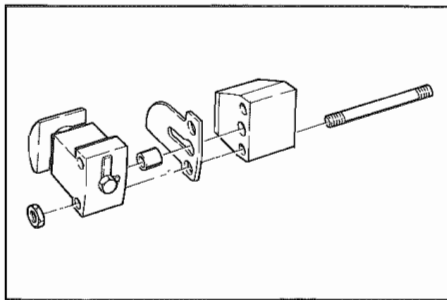

Fig. 69 - Tenditore automatico - Automatic stretcher
- Estrarre la molla del tenditore automatico (**Fig. 69**), ruotando in senso orario il pistoncino; smontare corpo piastra e distanziale del tenditore.
- Take out the automatic stretcher spring (**Fig. 69**), by rotating clockwise the small piston; disassemble plate body and stretcher spacer.